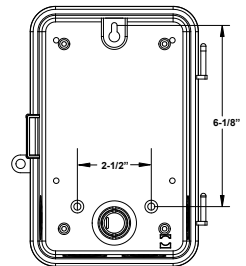

Figura 2 - Vista posterior de la carcasa con las dimensiones del orificio de montaje
- Coloque la carcasa en la ubicación de montaje deseada, y marque los tres orificios de montaje (consulte la Figura 2 para ver las dimensiones). Instale primero el tornillo de la parte superior con uno de los espaciadores provistos, y luego cuelgue la carcasa por el orificio de la cerradura. Coloque los dos tornillos restantes en la parte inferior de la carcasa a través de los orificios de montaje mientras pasa cada tornillo a través de uno de los espaciadores provistos y en la pared.